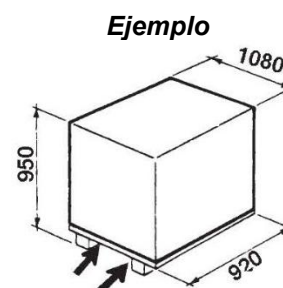

Figura 2-4
- Inserte las horquillas en los puntos designados (ver figura 2-4).